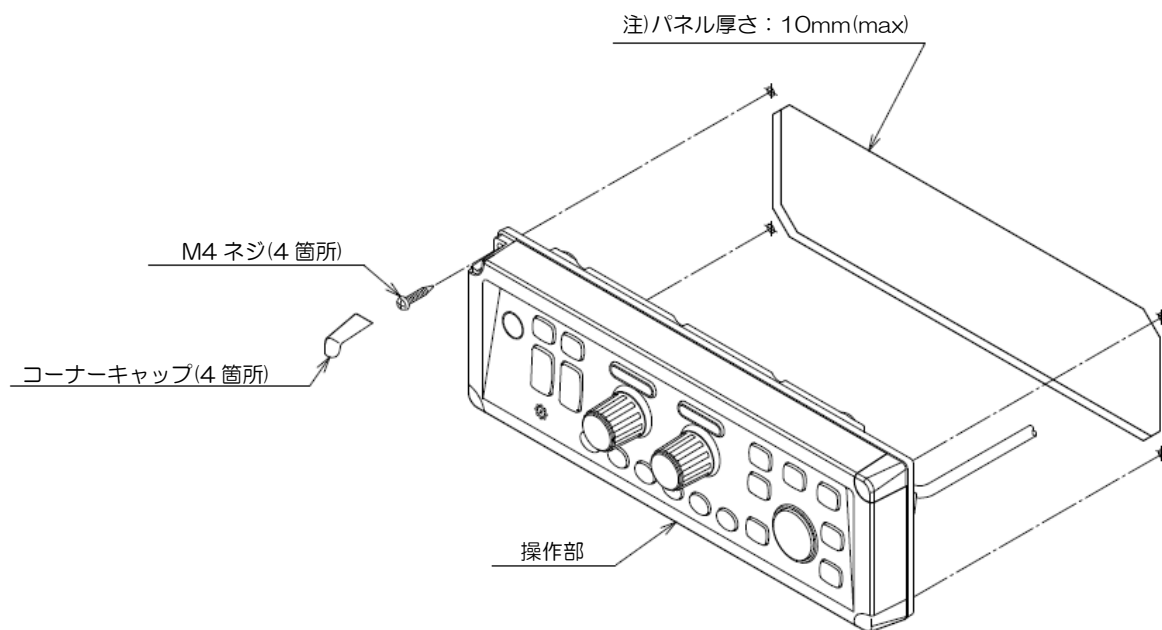
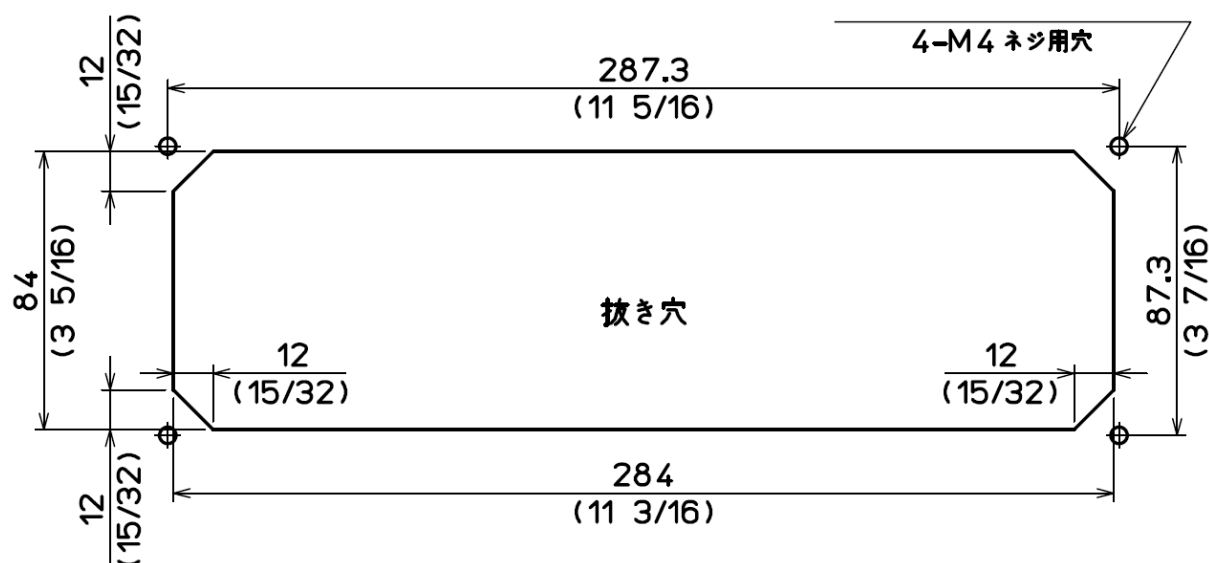

図 1.13 操作部のフラッシュマウント取付図
図 1.14 操作部のフラッシュマウント取付穴加工図
- (1) 設置場所に角穴をあけます。(図 1.14 参照)
- (2) 操作部枠の四隅にあるプラスチック製のコーナーキャップを外します。(上に引き抜くと簡単に外れます)
- (3) 操作部と角穴が合うか、ハメ合わせを確認します。不具合があれば角穴を修正します。
- (4) 操作部と接続ケーブルを開口穴に入れ、操作部を取り付け面と平衡になるようにします。(図 1.13)
- (5) 操作部を設置する場所(角穴)にはめ込み、4mm のタッピングネジ(または M4 なべ小ネジ) 4 本で固定します。(4mm ネジは取り付け部の厚さに応じたネジを手配してください。)
- (6) (2)項で外したコーナーキャップを差し込みます。